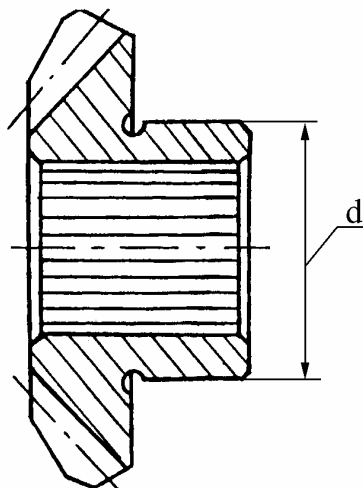

Рис.33. Шестерня полуоси.
4.15 ШЕСТЕРНЯ ПОЛУОСИ 2101-2403050 (рис.33).